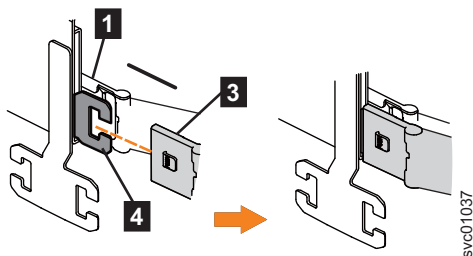

Figure 65. Installation du connecteur interne du CMA supérieur sur le membre externe de la glissière de support
3. Installez le connecteur interne de l'assemblage CMA supérieur (**3**) sur le membre interne de la glissière de support gauche (**4**), comme indiqué dans la figure 65, à la page 78.